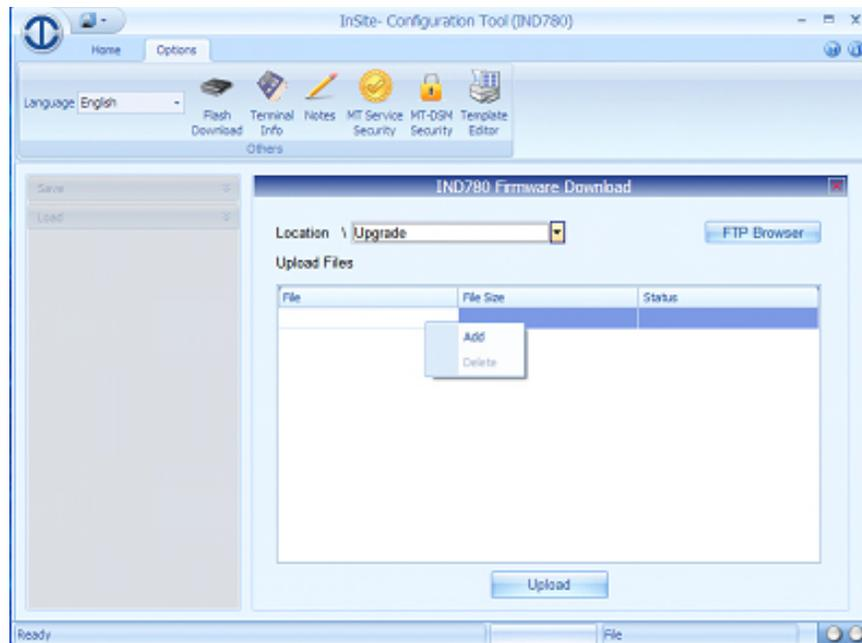

Figura 4-1: Schermata di selezione del file di aggiornamento del firmware InSite
3. Accedere a Opzioni | Flash Download, o fare clic sull'icona Flash Download . Dalla finestra di download del firmware (Figura 4-1), selezionare i file da copiare nella cartella di aggiornamento dell'IND780. Per maggiori informazioni sull'esecuzione di questa prima fase, fare riferimento alla guida o alla documentazione InSite